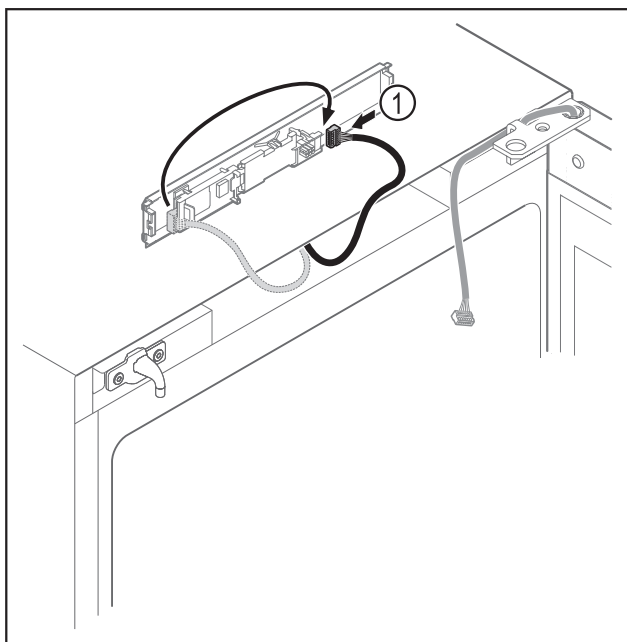

Fig. 7
- ▶ Μεταφέρετε το φισ Fig. 7 (1) στην πλακέτα.